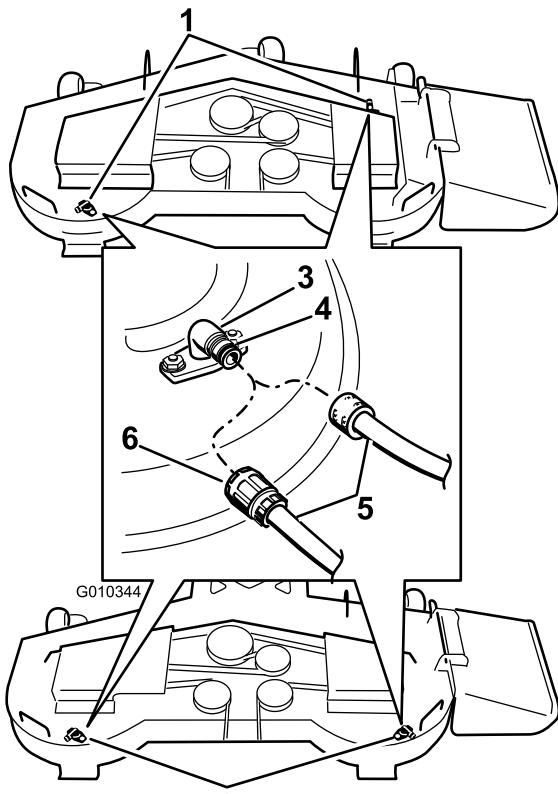

Figure 78
3. Branchez le raccord du tuyau au raccord de lavage du plateau de coupe et ouvrez l'eau en grand (Figure 78).